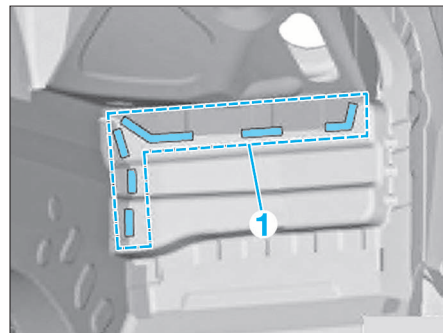

FIG. 7
• Réaliser des cordons de soudure MAG supplémentaires dans la zone (1) (Fig.7).